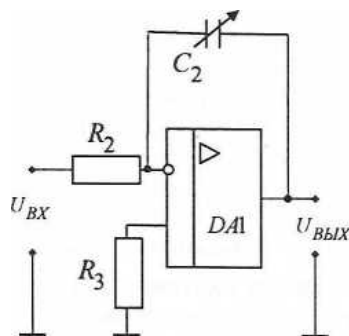

Рис. 5
3.3.1. Собрать схему инвертирующего интегратора согласно рис. 5. Величину емкости конденсатора C_2 установить в соответствии с указанием преподавателя. Подключить к входу усилителя функциональный генератор. Установить заданную частоту и амплитуду прямоугольного выходного сигнала генератора. Форму, амплитуду, период и частоту входного и выходного сигналов интегратора контролировать осциллографом.